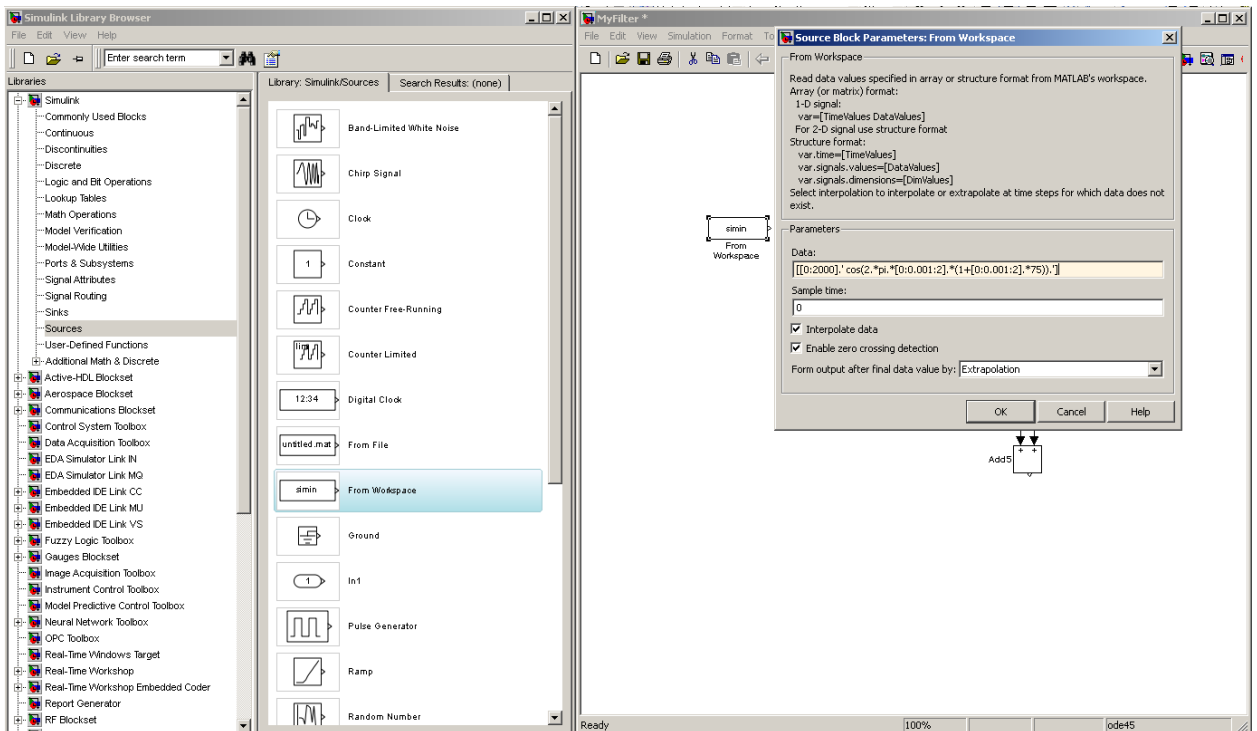

Рис. 8. Окно диалога для ввода параметров блока From Workspace откроется при двойном щелчке «мыши» по этому блоку после добавления его к модели
10. Дважды щелкните по левой кнопке «мыши» над добавленным блоком From Workspace. Откроется окно диалога, позволяющее задать параметры блока (рис. 8). В строке Data введите следующее выражение (в этом выражении используется язык программирования MatLab):